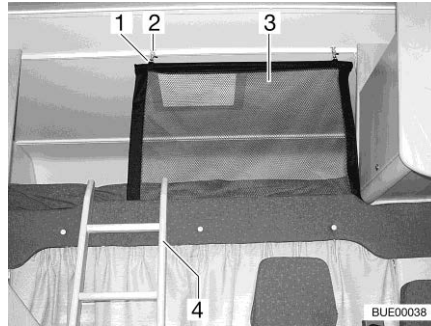
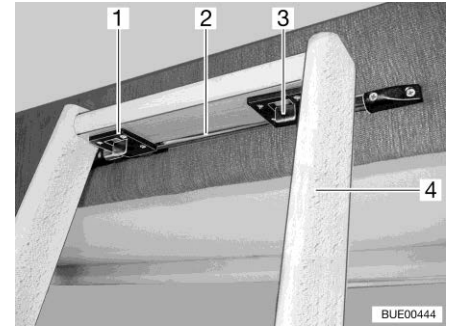

Bild 101 Alkovesäng
Bild 102 Stege, låsning
**Stege** För att komma upp i alkovesängen ska man alltid använda den medföljande stegen (Bild 101,4 och Bild 102,4).
- Fäst stegens två krokar (Bild 102,1) på stången (Bild 102,2) på alkovesängens kant.
- Skjut de två spärrarna (Bild 102,3) framåt.
**Skyddsnet** Skyddsnetet (Bild 101,3) är standard. Det ligger mellan madrassen och ribbbotten. Skyddsnetet ska först monteras när personerna som ska sova där befinner sig i alkoven.
- Haka fast hållaren (Bild 101,1) i öglorna i taket (Bild 101,2).